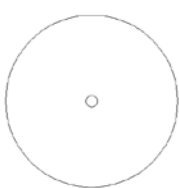

图 15.139 绘制圆
(1) 绘制一个半径为 1500 的圆, 以圆心为圆心再次绘制一个半径为 100 的同心圆, 如图 15.139 所示。